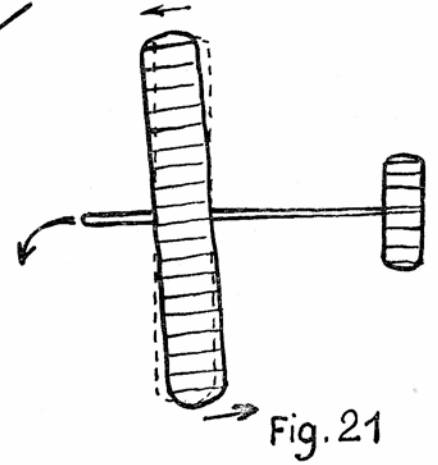

Fig. 21
— monter l'aile obliquement par rapport à la dérive. Le virage se fera du côté de la demi-aile qui a été reculée : à gauche sur la figure 21 ;
c) de l'aile posée obliquement par rapport au fuselage ; demi-aile droite reculée et demi-aile gauche avancée (voir fig. 21 montrant la position dans le cas d'un virage à gauche). Il faut remettre l'aile d'équerre par rapport au fuselage ;